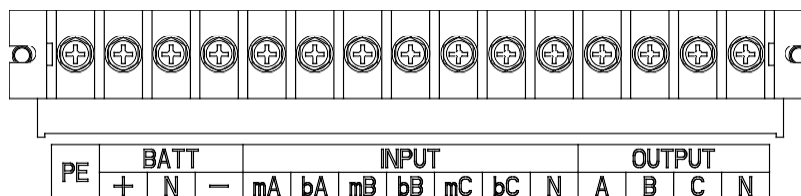
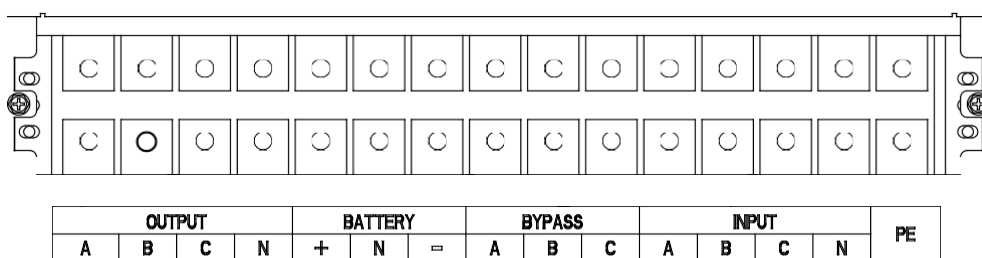

Fig.2-10 Terminales de conexión para 10kVA
Fig.2-12 Terminales de conexión para 20/30kVA UPS de tipo amplío
2. Abra la puerta trasera del gabinete, retire la cubierta de plástico. El terminal de entrada y salida, el terminal de la batería y el terminal de tierra de protección se muestran en la Fig. 2-10 y la Fig. 2.12.